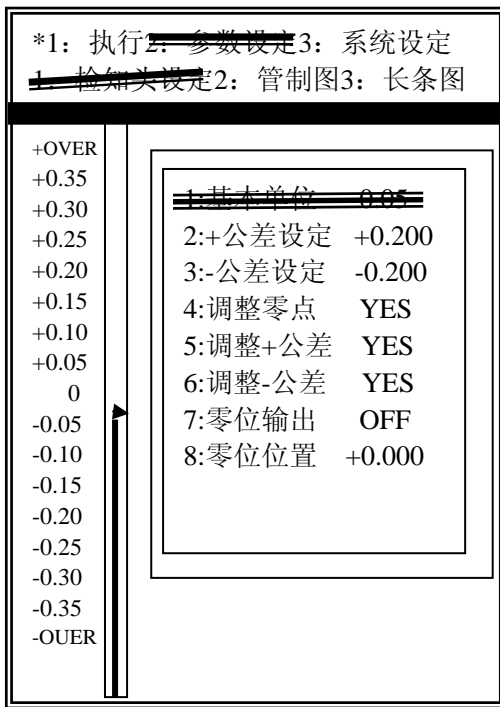

图1-106
(1) 按 到1: 基本单位, 假如基本单位为0.05mm, 按 , 结果如图1-106所示。